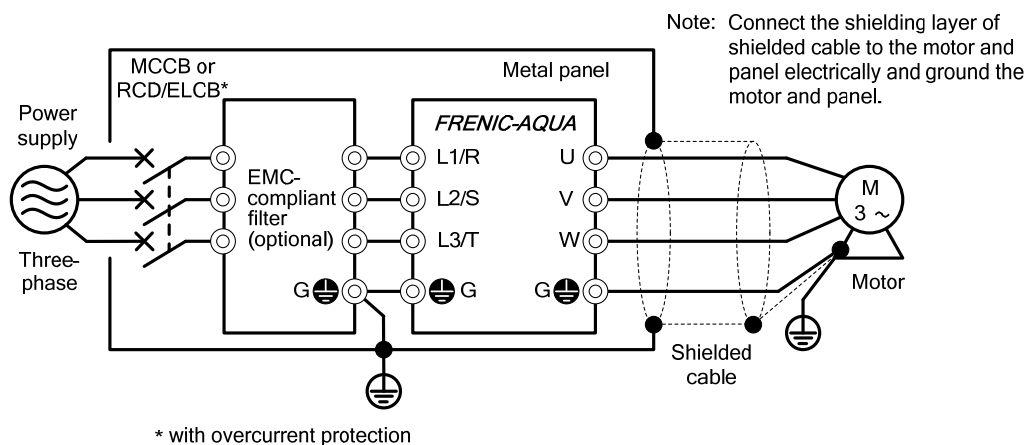

Рисунок 11.2-1 Установка инвертора ЭМС-совместимым фильтром на металлической пластине
- 5) При внешнем подключении у инвертору ЭМС-совместимого фильтра (опция) устанавливайте инвертор и фильтр на заземленную панель или металлическую пластину, как показано на Рис. 11.2-1. Если уровень излучения от инвертора превышает допустимый, поместите инвертор и его периферийные устройства в металлический электрошкаф.